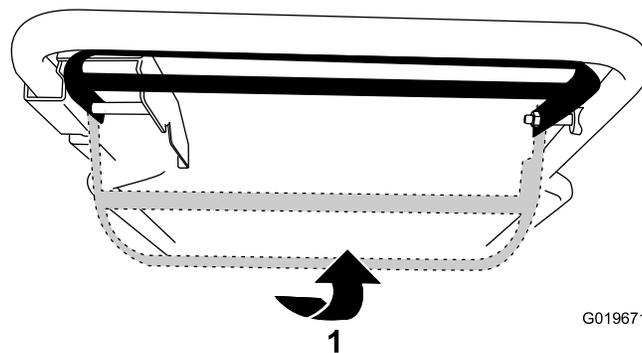

Рисунок 18
- Для включения самоходного привода без включения ножей поднимите штангу управления до уровня рукоятки (Рисунок 18).
- Для включения самоходного привода и ножей сдвиньте штангу управления до упора вправо и поднимите ее до уровня рукоятки (Рисунок 18).